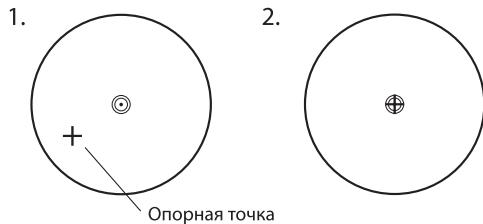

Рис. 5-4
(2) Осуществите точную горизонтировку прибора, как описано в п. 5.3 и повторяйте операцию (1) п. 5.4.2 до тех пор, пока прибор не окажется точно горизонтированным, а центр визирных нитей оптического центрира не совпадёт в точности с опорной точкой (как показано на Рис. 5-4).
(1) Включите прибор. Нажмите кнопку [] для включения лазерного отвеса. Ослабьте центральный винт для перемещения всего прибора (следите, чтобы прибор не вращался) таким образом, чтобы опорная точка совпала с лазерной точкой. Вновь затяните центральный винт.
(2) Осуществите точную горизонтировку прибора, как описано в п. 5.3 и повторяйте операцию (1) п. 5.4.3 до тех пор, пока прибор не окажется точно горизонтированным, а лазерная точка не совпадёт в точности с опорной точкой (как показано на Рис. 5-4).